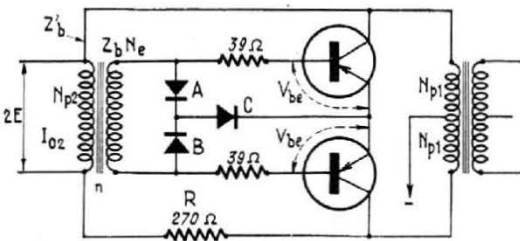

Fig. 7
c) Calcul du transformateur driver, figure 7.
noter qu'il y a toujours deux OA95 en série sur les trois. A avec C ou B avec C (fig. 7).